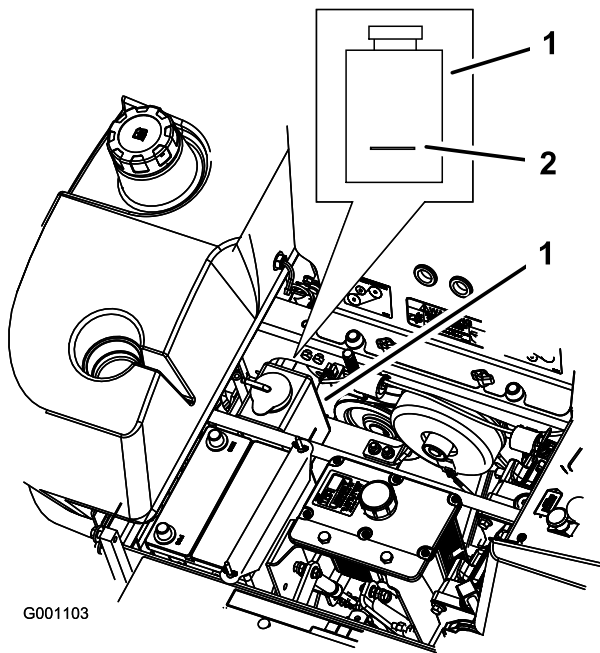

Bild 52
3. Überprüfen Sie bei abgekühltem Motor den Stand des Überlaufgefäßes. Der Flüssigkeitsstand muss mindestens das Niveau der an der Außenseite der Überlaufgefäßes angebrachten Markierung haben (Bild 52).
4. Ist der Kühlmittelstand zu niedrig, so wird ein 50/50 Gemisch aus Frostschutzmittel/Dex-Cool® und Wasser in das Überlaufgefäß gegeben (Bild 52).
5. Geben Sie das 50/50 Kühlmittelgemisch in das Überlaufgefäß bis zur am Gefäß angebrachten Markierung (Bild 52).